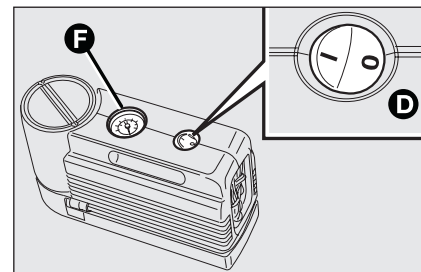
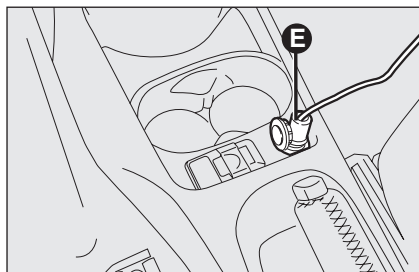

fig. 14
fig. 15
- ❑ vérifier que l'interrupteur **D-fig. 14** du compresseur soit en position 0 (éteint), démarrer le moteur, insérer la fiche **E-fig. 15** dans la prise de courant et actionner le compresseur en mettant l'interrupteur **D-fig. 14** en position I (allumé). Gonfler le pneu à la pression indiquée dans le paragraphe "Pression de gonflage" du chapitre "Caractéristiques techniques".
Pour plus de précision dans la lecture, il est préférable de vérifier la valeur de la pression sur le manomètre **F-fig. 14** à compresseur éteint;